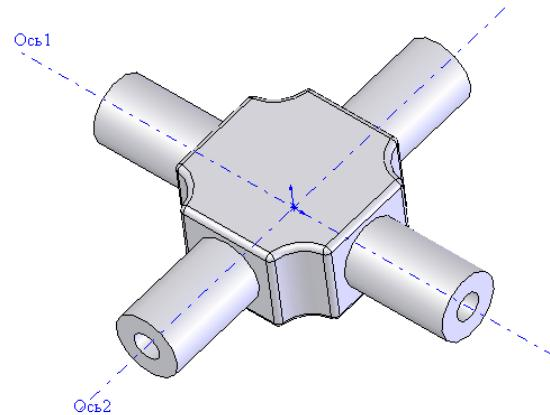

Рис. 2. Модель детали «Крестовина»
3. Построить 3D модель детали «*Крестовина*» (рис. 2) по эскизу изображенному на рис.3, используя элементы справочной геометрии и инструменты создания массива объектов в эскизе.